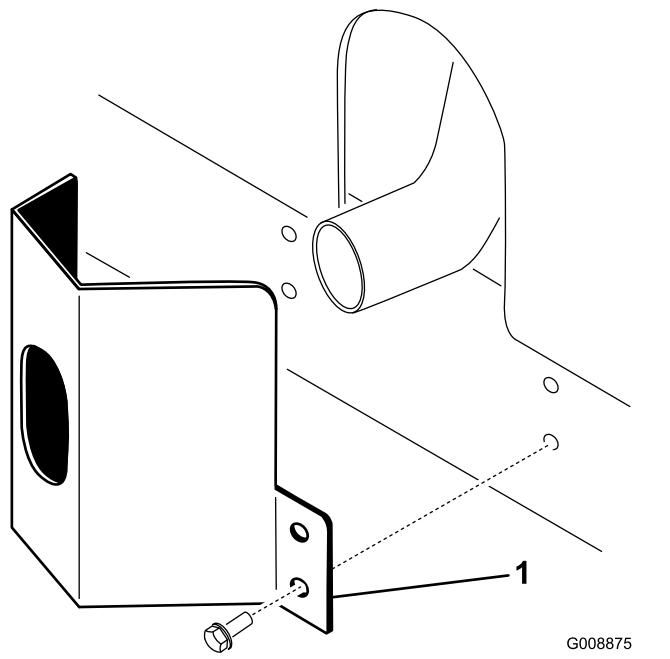

Figura 10
1. Coloque a cobertura do escape à volta da panela do escape, enquanto estiver a alinhar os orifícios de montagem com os orifícios no chassis (Figura 10).
2. Prenda a cobertura do escape ao chassis utilizando 4 parafusos autorroscantes (Figura 10).